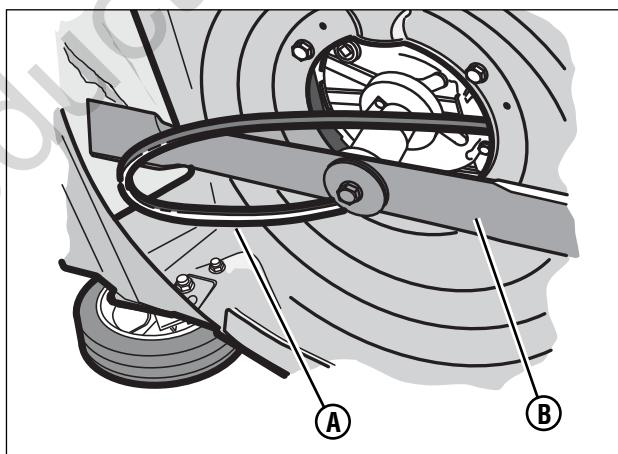

Figura 19: Desmontaje de la correa
4. Remueva la parte delantera de la correa de transmisión (B) fuera de la polea de transmisión (C).
5. Para remover la parte trasera de la correa de transmisión (A, **Figura 19**), deslice la correa de transmisión sobre el extremo de la cuchilla (B).